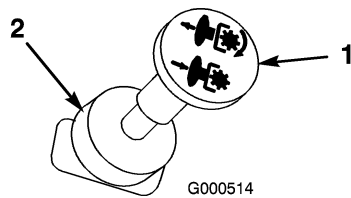

Figura 10
3. Tire del mando de la toma de fuerza (PTO) para engranarla (Figura 10).
Ponga la toma de fuerza en Desengranada (Figura 10).